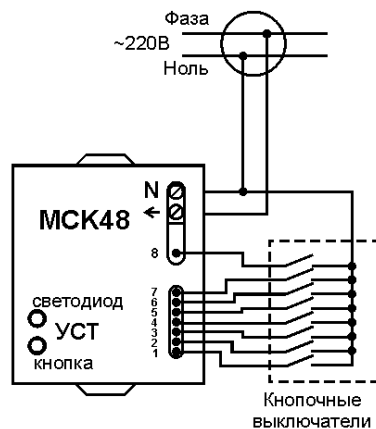

Рис. 2. Схема подключения.
2.2. Подключить провода согласно рис. 2;